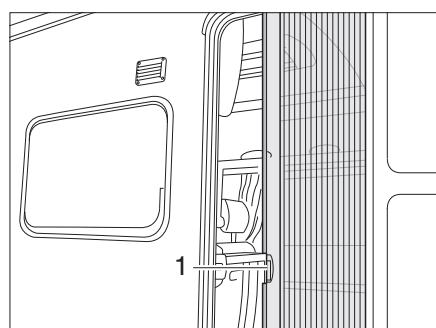

Fig. 51 Protezione contro gli insetti
*Apertura:* ■ Estrarre completamente la protezione contro gli insetti mediante la maniglia (Fig. 51,1).
*Chiusura:* ■ Far rientrare la protezione contro gli insetti mediante la maniglia (Fig. 51,1).